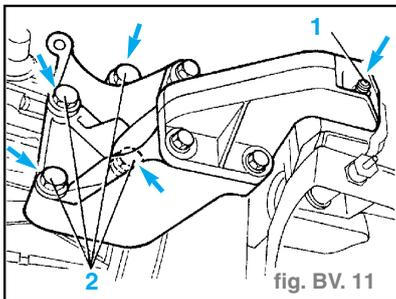

fig. BV. 11
- Dévisser l'écrou (1) et les vis (2), déposer ensuite le support du groupe motopropulseur côté boîte de vitesses. (fig. BV. 11)